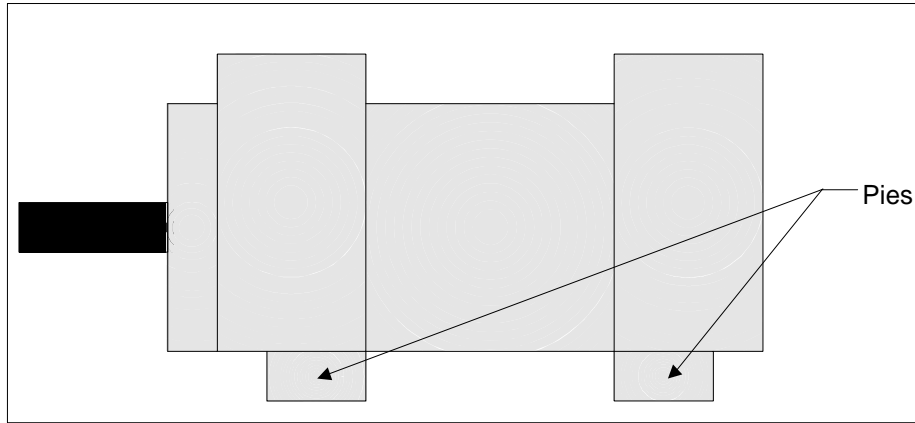

Figura 3 – Bomba Montada de Pie
D.6.3 Alineamiento de Bombas Montadas de Pie - Vea la Figura 3